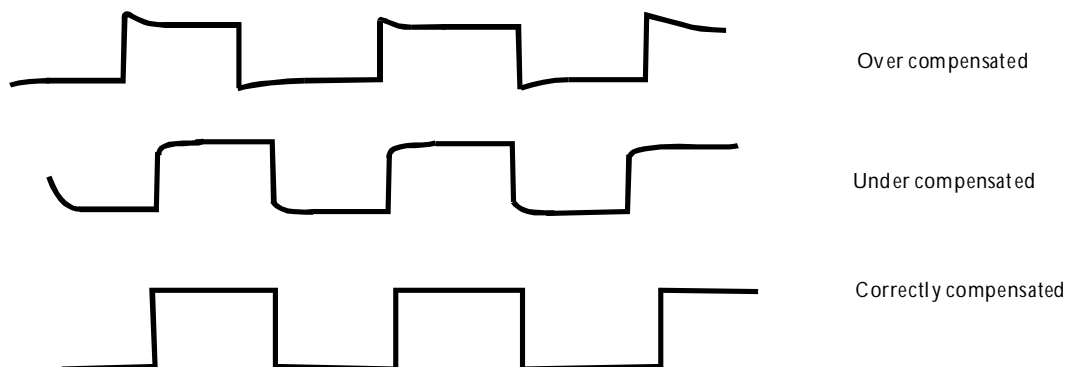

图5-2 典型的补偿波形
7. 观察显示波形并和图5-2 的波形相比较。若任何一端的探棒需要调整，照步骤8 的指示进行。若不需要进一步的调整，请进行“5-4 功能检查”的部份。